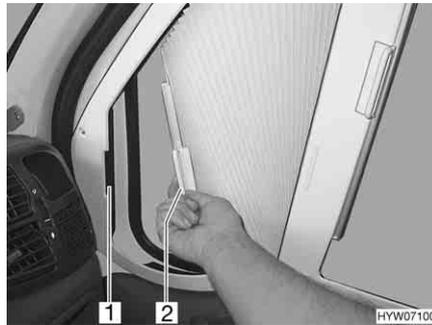

Fig. 11 Tendina oscurante pieghevole per il finestrino del conducente/passeggero
- Chiudere le tendine oscuranti pieghevoli per il finestrino del guidatore e del passeggero e congiungerle alle strisce magnetiche (Fig. 11,1 e 2).